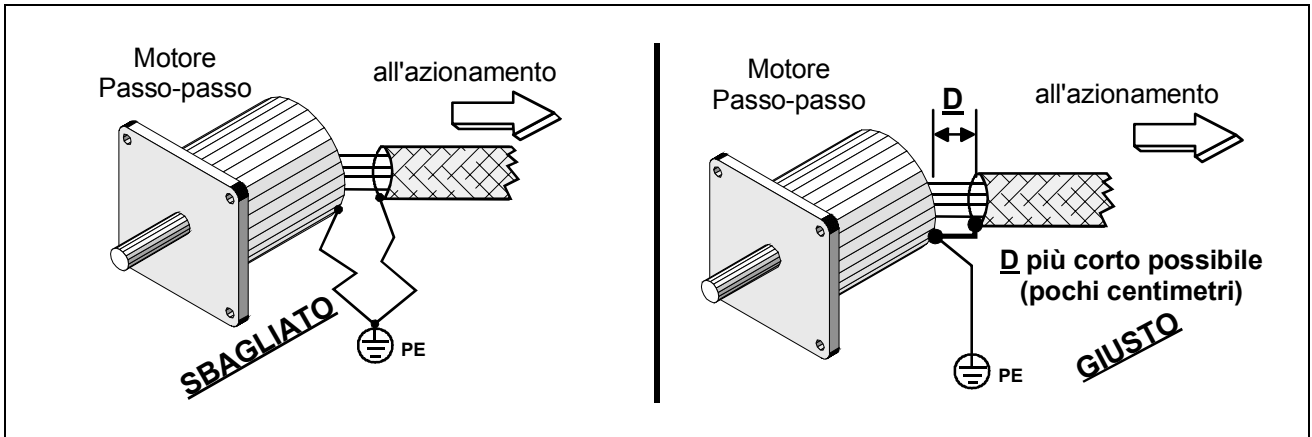

Fig. 10 – Connessione dello schermo lato motore passo-passo.
- Collegamento alla linea di terra della cassa del motore. Dal punto di vista della schermatura di emissioni a radiofrequenza solitamente è sufficiente il collegamento assicurato dalle viti di fissaggio della flangia del motore allo chassis della macchina purché sia le viti che lo chassis siano di materiale conduttore e lo chassis stesso sia collegato a terra. Vedi fig. 10.